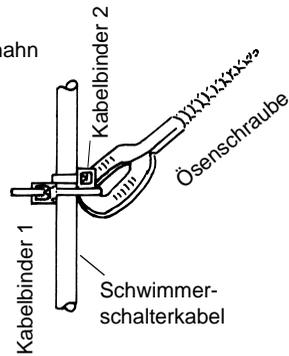

Bild 18
- 3.) Kabelbinder 2 in diesem Abstand vom Gewicht des Schwimmerschalters am Kabel befestigen. Kabel mit Kabelbinder 1 an der Ösenschaube befestigen, siehe Bild 18.